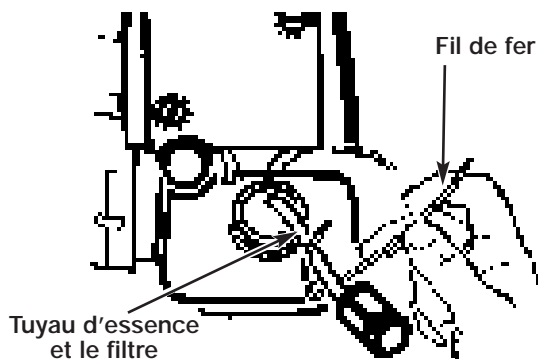

Fig. 23
1. Sortir le tuyau d'essence et le filtre du réservoir. Un fil de fer avec un crochet au bout peut être facilement utilisé (Fig. 23).